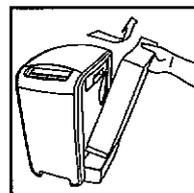

Fig. 28
- Retirez le réservoir de l'appareil (fig. 28).